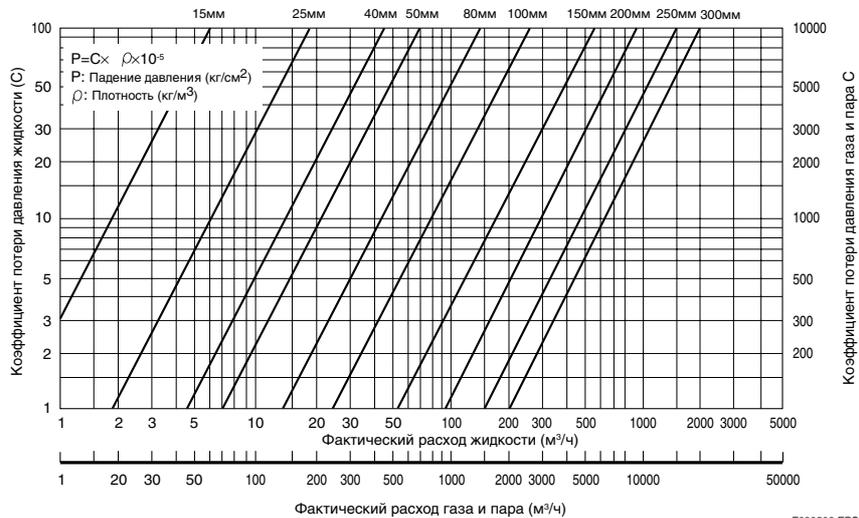

Рис. 9.5.2 Падение давления
На рис.9.5.2 показана зависимость падения давления от фактического расхода. При использовании номинального размера 15-50 мм и примыкающих труб, имеющих твердость по Шору 40, а также номинального размера 80-300 мм и примыкающих труб, имеющих твердость по Шору 80, падение давления примерно на 10% меньше расчетного значения.
3. Найдем падение давления по рис. 9.5.2. Из графика видно, что коэффициент потери давления для жидкости равен 18.5. Тогда: